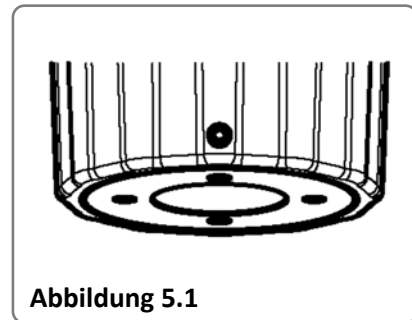

Abbildung 5.1
- Spindelmutter per Hand ausfahren und vollständig über Tellerfedern und Kupplungsstück führen, Stirnlochmutter ansetzen und leicht eindrehen, Spindelmutter weiter ausfahren und die Tellerfedern soweit komprimieren, dass die Stirnlochmutter mit dem mitgelieferten Stirnlochschlüssel bis zum Anschlag angezogen werden kann, Stirnlochmutter ist dann bündig mit Unterkante Spindelmutter und steht nicht hervor (Abbildung 5.1), ggf. Tellerfedern weiter komprimieren durch Ausfahren per Handrad.